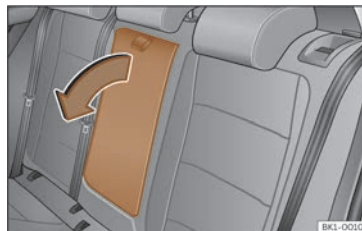

Fig. 106 Plierea cotierei centrale din spate (vedere schematică).
- Pentru a *coborî* cotiera, trageți chinga în direcția indicată de săgeată >>> **fig. 106**.